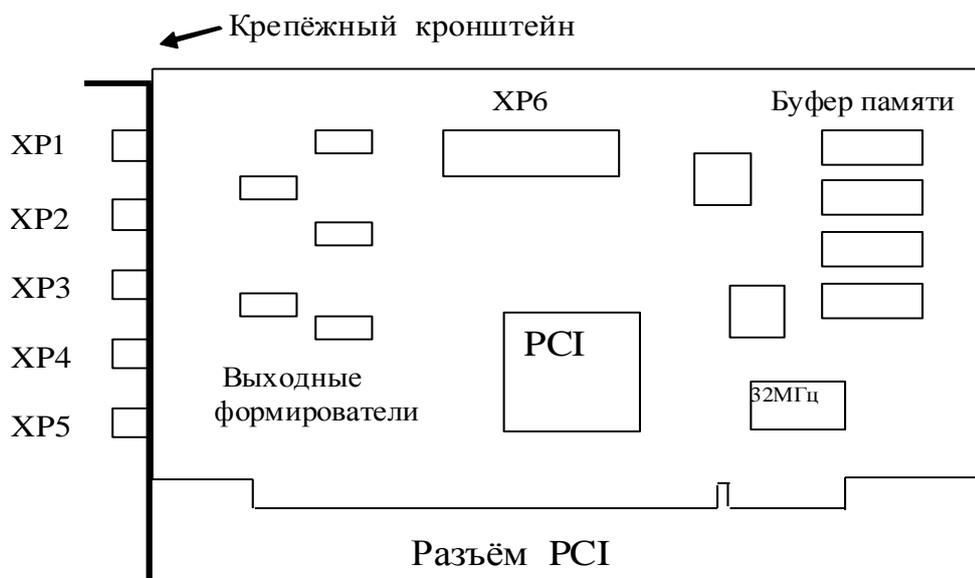

Рис. 4.1. Схема расположения разъемов.
4.2.6. Для предотвращения выхода из строя платы ГСПФ-ПГИ на выходные разъёмы запрещено подавать сигналы. Назначение разъёмов приведено в таблице (Таблица 4. 1), а расположения разъёмов указано на рисунке (Рис. 4.1).